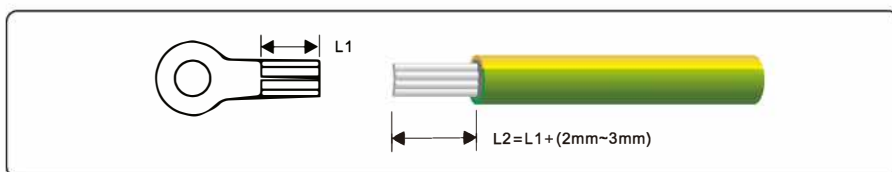

Figura 5.1 Comprimento Despido (unidade: mm)
**Passo 1:** Remova um comprimento adequado da camada de isolamento do cabo PGND usando um descascador de fios; o comprimento deve ser um pouco mais longo do que a extremidade de crimpagem do terminal OT em 2 mm-3 mm, conforme mostrado na Figura 5.1.